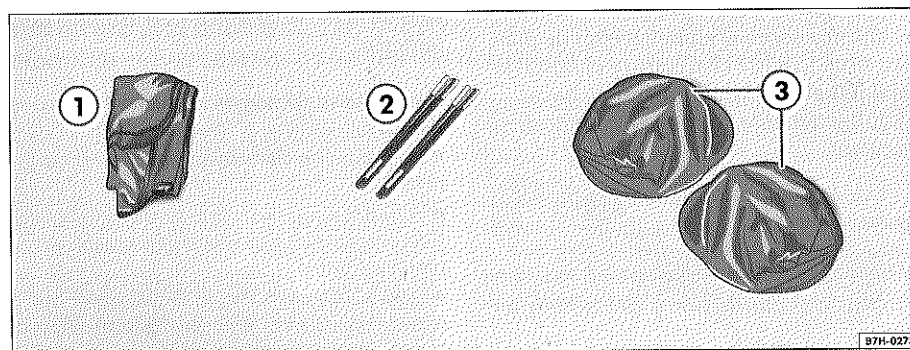

Fig. 29 Piezas de los cubreventanas del parabrisas y los cristales laterales
- Cubreventanas del parabrisas ⇒ fig. 29 ①.
- Varillas de fibra de vidrio para el cubreventanas del parabrisas ②.
- Cubreventanas para las ventanillas laterales de la puerta del conductor y del acompañante provistos de un marco de montaje flexible ③.
- Saque la tela ⇒ página 42, fig. 29 ① y las varillas de fibra de vidrio ② de la bolsa.